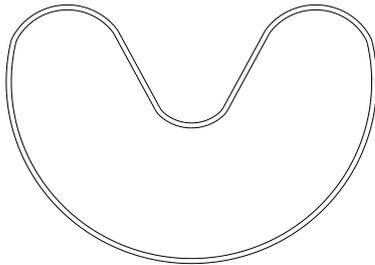

Bild 22: Montage von Dichtung und Abstreifer
**Die Dichtung und Abstreifer müssen in korrekter Richtung eingebaut werden (siehe Bild 22).**
- Schmieren Sie die Dichtungen und Abstreifer mit Hydrauliköl ein (siehe Bild 22).